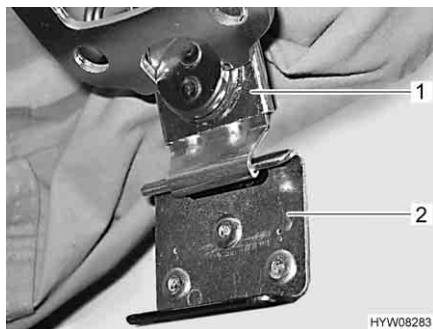

Fig. 47 Bloccaggio
- Tirare verso il basso sui due lati la serratura rapida (Fig. 47,1) e agganciarla nella piastrina di sostegno (Fig. 47,2) (Fig. 47).